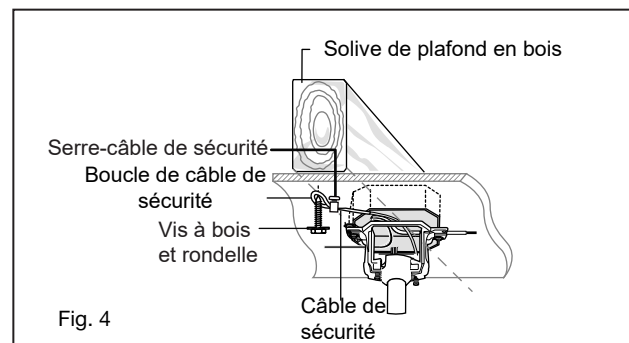

Fig. 4
- 9 **REMARQUE:** La languette opposée à l'ouverture du support de suspension doit s'insérer dans la fente de la boule. (Fig. 4)
Un flux d'air VERS LE HAUT déplace l'air plus chaud hors de la zone du plafond, comme illustré à la figure 4. Cela vous permet de régler votre unité de chauffage sur un réglage plus frais sans affecter votre confort.